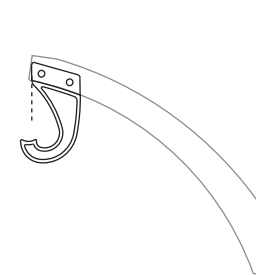

FIG. 5.0
1. Placer les crochets en J sur l'équerre angulaire, alignant l'avant de celle-ci sur l'emplacement marqué. (Fig. 5.0).